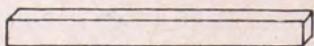

Fig. No. 1 (4)
**Laterales:** estos sirven para el largo y alto. Medidas: 60 cms largo, 5 cms ancho, 3 cms grosor (figura No. 1).